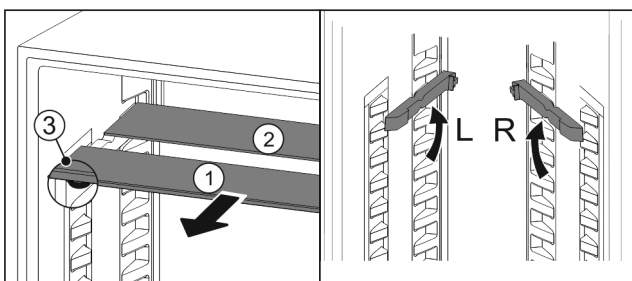

Fig. 26
- ▶ Glasplaten afzonderlijk vanaf de voorkant eruit trekken Fig. 26 (1).
- ▷ Glasplaat Fig. 26 (1) met sierlijst ligt voor.
- ▷ Stops Fig. 26 (3) zijn naar onder gericht.